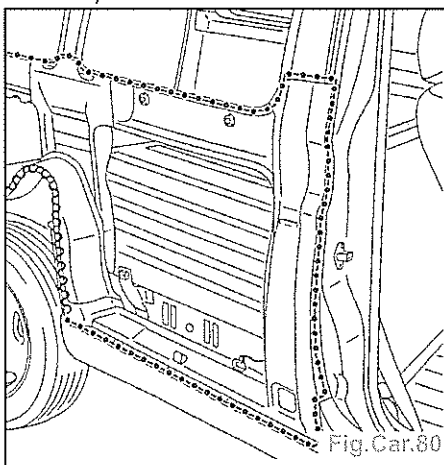

Fig.Car.80
- Préparation des bords d'accostage et protection par un apprêt soudable (Fig.Car.80).